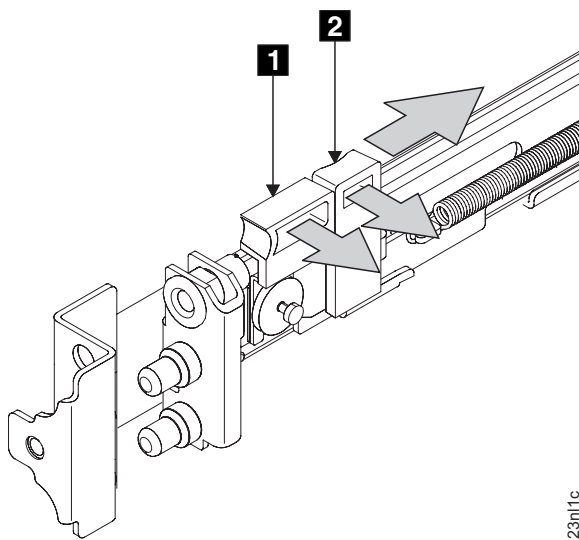

図 39. 前部ラッチ・ロック・キャリア・アセンブリーを開く
3. ラッチ・レバー **1** をレールの終端の方向に動かしながら、ラッチ・ロック **2** をレールから離れる方向に静かに押します (86 ページの図 39 を参照)。ラッチ・ロック・キャリア・アセンブリーが、ばねの強度でスライドします。